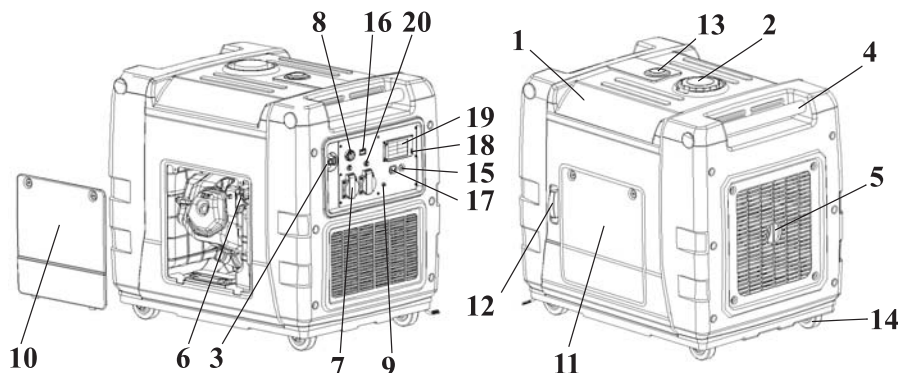

рис. 1
4.1 Общий вид генератора БЭГ-5500АИК представлен на рис. 1*